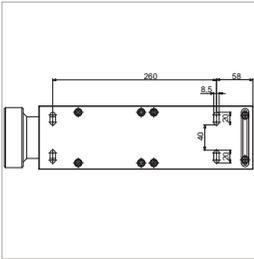

Abbildung 1
- ▶ Befestigen Sie die Halterung an den Haltebohrungen der Tankstelle (Abbildung 1).